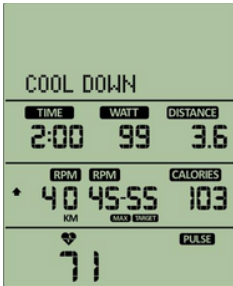

Figura 54
- f. La función de enfriamiento (Cool Down) tiene el indicador de matriz mostrando 'COOL DOWN' encendido de forma continua. El temporizador digital inicia una cuenta regresiva de 2 minutos, con la ventana de RPM derecha mostrando un rango objetivo de 45 a 55 RPM, y la ventana de RPM izquierda mostrando el valor actual. Cuando la velocidad excede el rango, la ventana izquierda de RPM mostrará indicadores de  $\uparrow$  /  $\downarrow$  para sugerir al usuario que aumente o disminuya la velocidad de pedaleo (Figura 54).